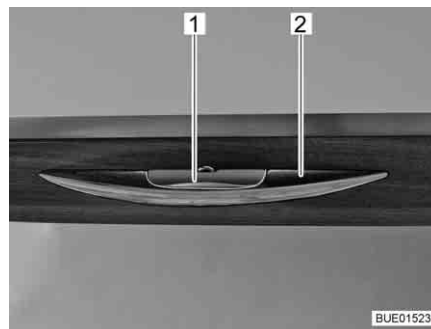

Bild 76 Handtag med låslist
- Tryck in låslistan (Bild 76,1) och håll den intryckt.
- Öppna skåpluckan genom att dra i handtaget (Bild 76,2).